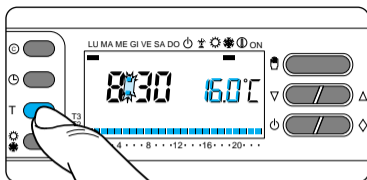

Fig. 64
12.2 - Pulse el botón T (fig. 64).